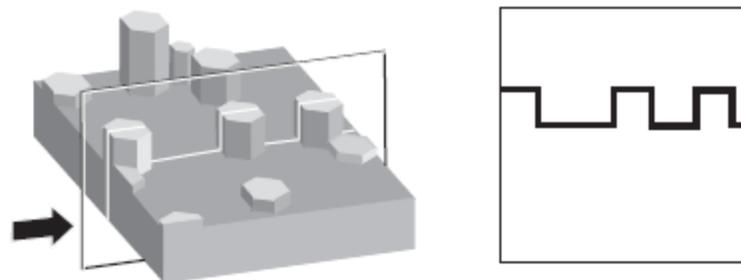

Figura 2. Esquema de selección de línea en la imagen AFM (izq.) a partir de la que se grafica el perfil de altura (der.). Tomado de [1].
3.2 Secciones. Con la herramienta **Extract profiles** de Gwyddion, se traza una línea en cualquier lugar de la imagen, y se obtiene un perfil (*cross-section*) vertical de altura vs distancia en esa línea (Figura 2). Resulta muy útil para medir distancias como ancho a mitad de altura de algunas estructuras, así como alturas relativas.